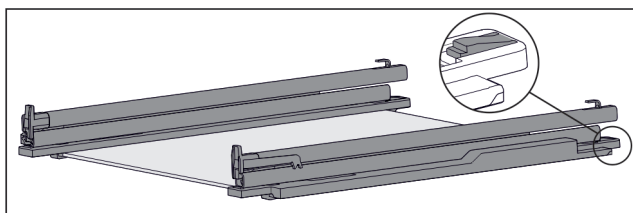

Fig. 149 Стеклопластина с направляющими и крепежными элементами
- ▶ Крепежный элемент сзади прижмите вниз (см. Fig. 149) и одновременно отодвиньте направляющую назад.